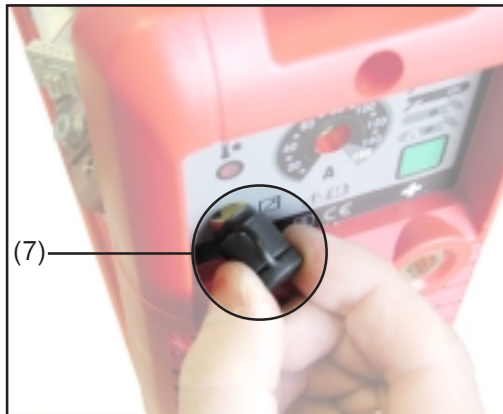

Abb. 13
- TP 1500 RC / 1500 TIG: Dichtung (7) für Anschlussbuchse Fernbedienung dünn mit Gleitmittel benetzen (Abb. 13)